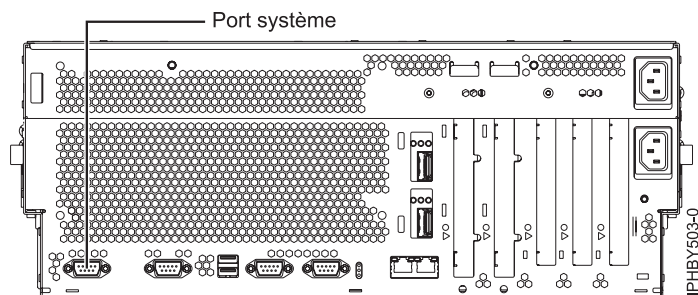

Figure 8. Connexion pour les modèles 8233-E8B et 8236-E8C
9. Appuyez simultanément sur les taquets de sécurité et enfoncez l'unité centrale dans l'armoire jusqu'à ce qu'elle soit solidement en place, comme dans la figure 8.